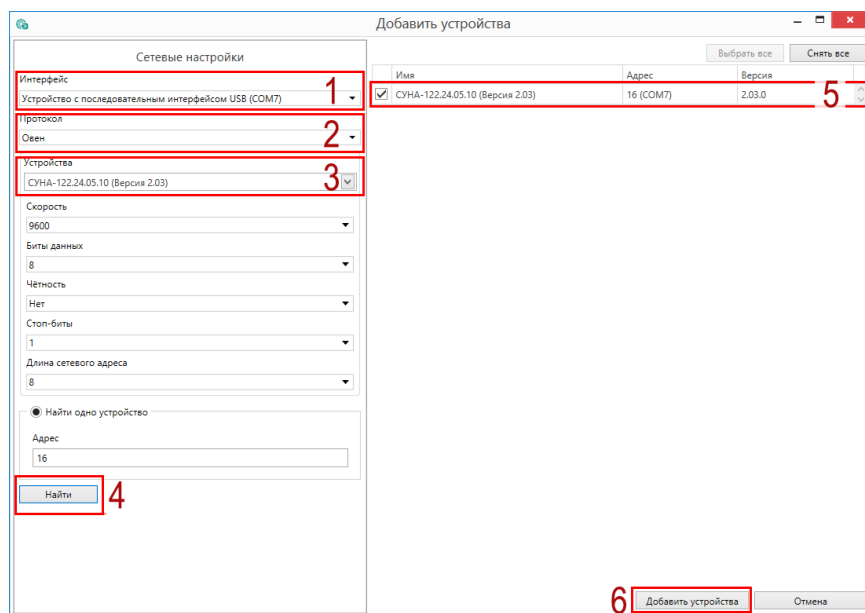

Рисунок 4.1 – Настройки связи с устройством
6. Выбрать интерфейс «Устройство с последовательным интерфейсом USB» (см. рисунок 4.1, 1). Номер COM порта, присвоенный прибору можно узнать в Диспетчере устройств Windows.
7. Выбрать протокол **ОВЕН** (см. рисунок 4.1, 2).
8. Выбрать устройство (Пункт 3 на рисунок 4.1). Модификация прибора указана на боковой стороне прибора.
9. Выбрать «Найти одно устройство», если добавляется один прибор. Запустить поиск нажатием на кнопку «Найти» (см. рисунок 4.1, 4).
10. Выделить найденное устройство (см. рисунок 4.1, 5).
11. Добавить устройство в проект Конфигуратора по нажатию кнопки «Добавить устройства» (см. рисунок 4.1, 6).
1. Нажать на кнопку  **Обновить устройство** в контекстном меню выбранного устройства или в главном меню. Откроется диалоговое окно для смены встроенного ПО устройства. Допускается обновление одного или нескольких устройств. Устройства следует выделить в области устройств (см. рисунок 4.1, 5) и выбрать **Обновить устройство** в контекстном меню или главном меню.